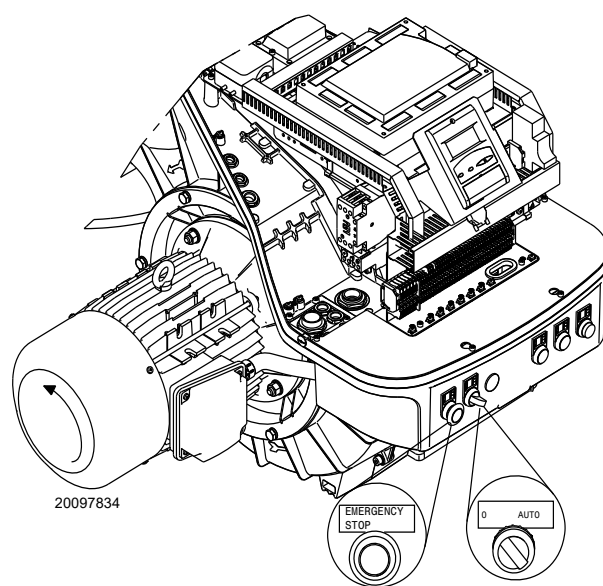

Fig. 28
Mettre l'interrupteur Fig. 28 en position « **AUTO** ».
Quand le brûleur démarre, vérifier la direction de la rotation du moteur, comme indiqué sur la (Fig. 28).
- mettre l'interrupteur de Fig. 28 en position « **0** » et attendre que le contrôle flamme effectue la phase d'extinction ;